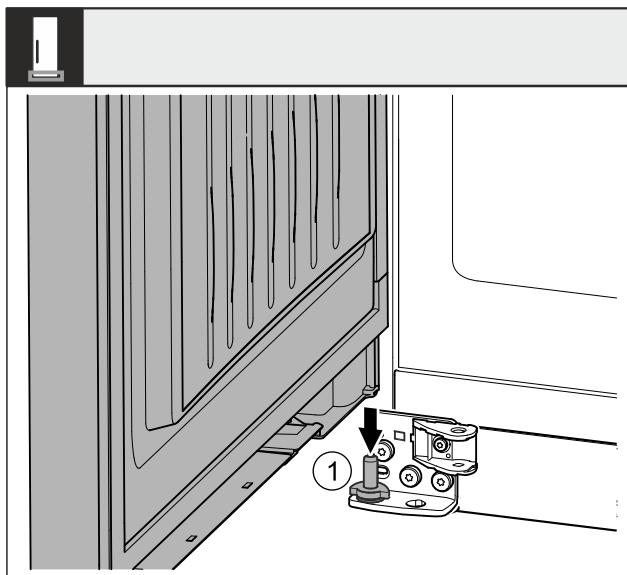

Fig. 43 *
- Inserire la porta dall'alto sul perno di supporto Fig. 43 (1) inferiore.*